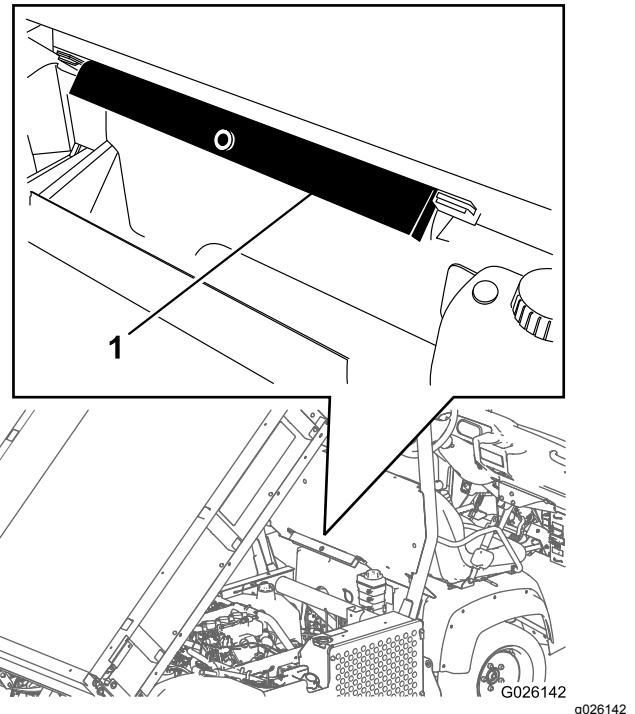

Figura 32
- Retire o suporte da plataforma dos suportes existentes na parte de trás do painel do sistema ROPS (Figura 32).